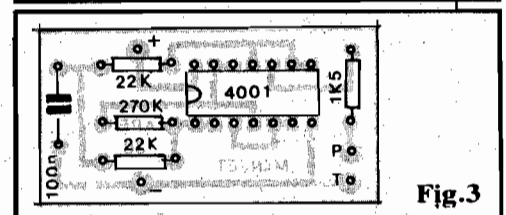

Fig.3
- **FIG. 3 - "CHAPEADO" DA MONTAGEM** - A placa vista pelo lado não cobreado, já com todas as (poucas...) peças colocadas... Os cuidados "tradicionais" são necessários: atentar para a posição da extremidade marcada do Integrado, para os valores dos resistores (de modo a não "trocar" valores/posições...), etc. Quem ainda (...ainda..?) tiver dúvidas quanto à leitura dos valores deverá recorrer ao **TABELÃO APE** (sempre lá no começo da Revista, junto às **INSTRUÇÕES GERAIS**...). No mais é seguir as boas normas, conferindo tudo ao final, antes de cortar as sobras dos terminais... As ilhas periféricas, marcadas com (+), (-), (P) e (T) destinam-se às ligações externas, que serão vistas a seguir...